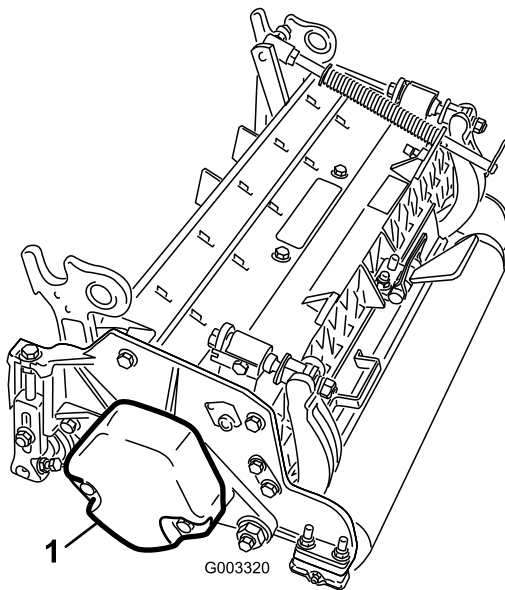

Figure 6
1. Sur les plateaux de coupe n° 2 et 4, enlevez les 2 vis qui fixent le contrepoids à l'extrémité gauche du plateau de coupe. Déposez le contrepoids (Figure 6).